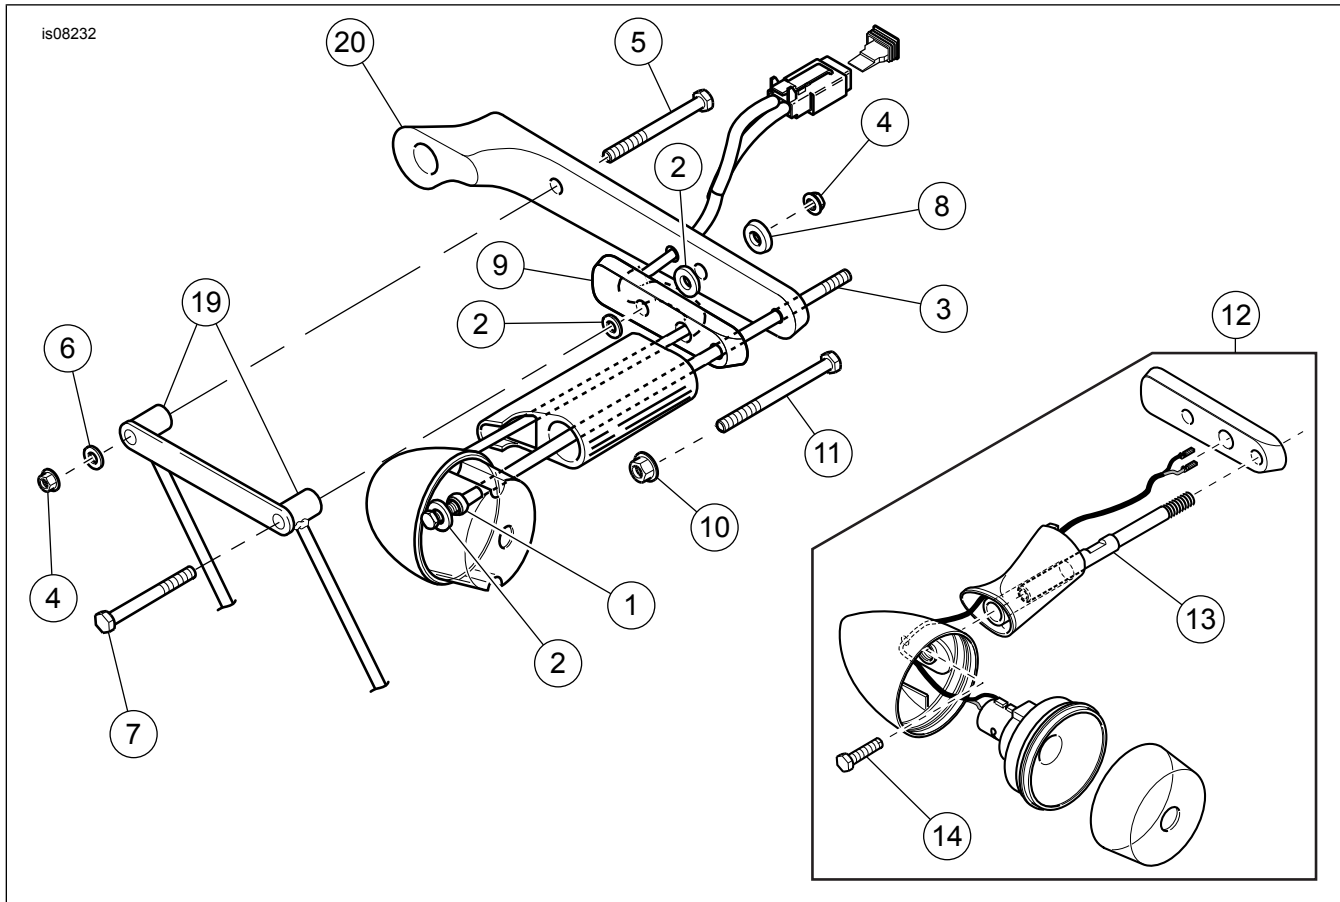

Figura 5. Peças de reposição (kit 1 de 3)
5. Veja Figura 5. Instale o parafuso de 4-1/2 pol. (15) do kit, de dentro do para-lama através dos furos traseiros de onde os parafusos de cabeça abaulada foram removidos no passo 3.
9. Veja Figura 5. Usando um pequeno pedaço de fita adesiva, prenda a arruela (2) do kit na estrutura sobre o furo de onde o prisioneiro do pisca traseiro foi removido.
11. Veja Figura 5. **Nos modelos anos 1994 a 1997**, exceto a Huggers, insira o parafuso de 4-1/2 pol. (11) de dentro do para-lama para fora, através do último furo traseiro da estrutura do para-lama. Deixe sem apertar no local adequado. Veja Figura 5. **Nos modelos anos 1998 a 2001**, faça roscas no alojamento do pisca usando uma broca de 13/32 pol. Tenha cuidado para não arranhar a superfície cromada do alojamento do pisca. Coloque a arruela (2) e a bucha (1) no parafuso de 4-1/4 pol. (3) próximo das roscas. Instale o parafuso através do alojamento do pisca. As buchas devem estar niveladas com o ressalto interno do alojamento do pisca. **No caso dos modelos anos 2002 e 2003 e posteriores**, consulte o passo 13.
12. Veja Figura 5. **No caso de modelos ano 2001 e posteriores**, insira o fio da lâmpada do pisca traseiro, através do furo central do coxim de reposicionamento, ao longo do canal na parte interna do coxim e através do terceiro furo a partir da traseira da tampa do suporte do para-lama. Passe o fio de volta ao longo da parte interna da tampa do suporte do para-lama e fixe-o com fita adesiva no local adequado na traseira da tampa do suporte do para-lama.
- Veja Figura 5. **No caso de modelos anos 1994 a 1997**, instale o pisca traseiro com o coxim de reposicionamento e a tampa do suporte do para-lama usando o parafuso de 4-1/2 pol. (11) inserido através da traseira do para-lama (passo 11). Aperte o parafuso até que fique firme usando a porca de travamento (10) instalada no parafuso na parte interna do alojamento do pisca.
- Veja Figura 5. **No caso de modelos anos 1998 a 2001**, coloque Loctite[®] 242 (azul) nas roscas do parafuso de 4-1/4 pol. (3). Instale o pisca com o coxim de reposicionamento (9) e a tampa do suporte do para-lama com o parafuso de 4-1/4 pol. inserido através do alojamento do pisca no passo 11.
- Veja Figura 5. **No caso de modelos anos 2002 e 2003**, insira a extremidade rosqueada do prisioneiro de montagem de 4 pol. (13) no furo da extremidade estreita do coxim de reposicionamento (9). Disponha o alojamento do pisca e a haste sem apertar no prisioneiro de montagem, passando o fio da lâmpada através do furo central no coxim de reposicionamento, ao longo do canal na parte interna do coxim e através do terceiro furo a partir da traseira na tampa do suporte do para-lama.
- Coloque Loctite 242 (azul) nas roscas do prisioneiro de montagem. Insira o prisioneiro de montagem através da tampa do suporte do para-lama no suporte do para-lama. Com uma chave de boca de 5/16 pol. na seção plana do prisioneiro de montagem, aperte o prisioneiro no suporte do para-lama com torque de 16.3 N·m (12 lb·pé). Instale o parafuso sextavado (14) dentro do alojamento do pisca e aperte com torque de 12 N·m (9 lb·pé) no prisioneiro de montagem (13). Puxe firmemente o fio da lâmpada através do suporte do para-lamas. Revista o isolador de borracha do conjunto da lâmpada com um lubrificante apropriado. Isto facilitará a instalação do conjunto na estrutura do pisca. Pressione o conjunto da lâmpada uniformemente na estrutura do pisca até assentar abaixo do sulco da tampa da lente.
- Veja Figura 5. **No caso dos modelos anos 1994 a 1997**, instale a lâmpada do pisca no coxim de reposicionamento com o parafuso de 4-1/2 pol. (11) inserido através do para-lama (passo 11). Aperte o parafuso até que fique firme usando a porca de travamento (10) instalada no parafuso na parte interna do alojamento do pisca.
- Veja Figura 5. **No caso dos modelos anos 1998 a 2001**, instale o conjunto do pisca no coxim de reposicionamento (9) usando o parafuso de 4-1/4 pol. (3) inserido através do alojamento do pisca no passo 11. Aperte o parafuso até que fique firme.
- Coloque Loctite[®] 242 (azul) nas roscas do prisioneiro de montagem. Insira o prisioneiro de montagem através da tampa do suporte do para-lama no suporte do para-lama. Com uma chave de boca de 5/16 pol. na seção plana do prisioneiro de montagem, aperte o prisioneiro no suporte do para-lama com torque de 16.3 N·m (12 lb·pé). Instale o parafuso sextavado (14) dentro do alojamento do pisca e aperte com torque de 12 N·m (9 lb·pé) no prisioneiro de montagem (13). Puxe firmemente o fio da lâmpada através do suporte do para-lamas. Pressione o conjunto da lâmpada uniformemente na estrutura do pisca até assentar abaixo do sulco da tampa da lente.
14. Veja Figura 5. **No caso de modelos anos 1994 a 1997**, aperte o parafuso de 4-1/2 pol. (11) do pisca traseiro de dentro do para-lama com torque de 16.3 N·m (12 lb·pé).
Veja Figura 5. **No caso de modelos anos 1998 a 2001**, aperte o parafuso de 4-1/4 pol. (3) do pisca traseiro de dentro do alojamento do pisca com torque de 16.3 N·m (12 lb·pé).
2. Veja Figura 5. Insira o parafuso de 3-1/2 pol. (5) através do para-lama, do suporte do para-lama e da frente do suporte do alforje. Aperte com os dedos uma porca de travamento (4) e uma arruela (6).
3. Insira o parafuso (7) através da traseira do suporte do alforje, do para-lama e do suporte do para-lama. Aperte com os dedos a porca de travamento (4) e o espaçador (8) posicionado entre o suporte do para-lama e o para-lama.